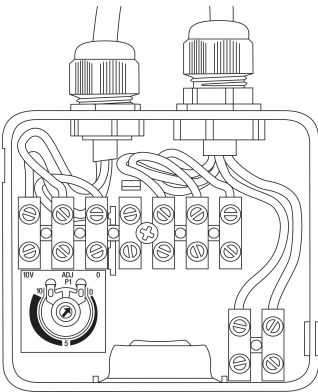

Bild 1
- Die Drehzahlregulierung des EC-Motors kann mit dem eingebauten Potentiometer, 0-10 V, erfolgen. Bild 1 und 2